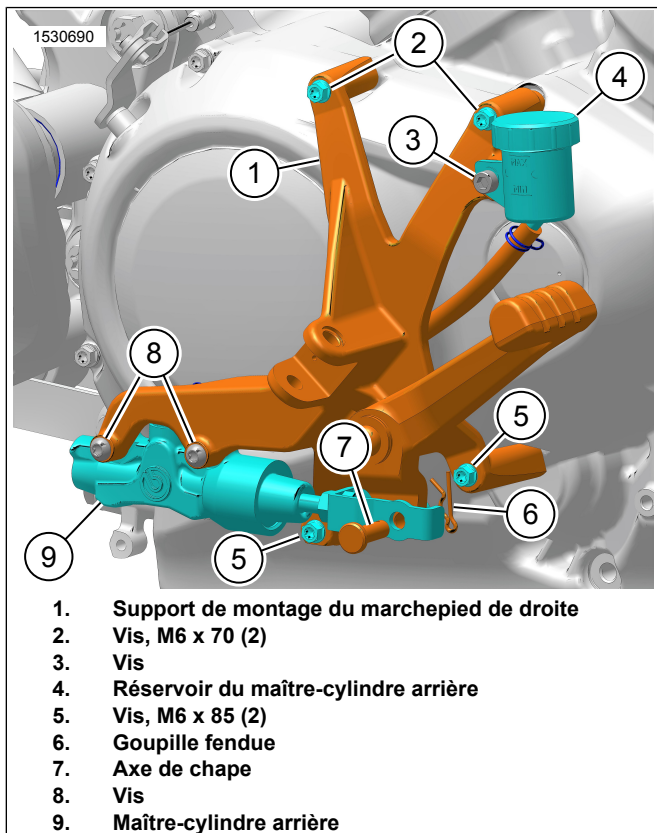

Figure 8. Support de montage du marchepied de droite
1. Voir la Figure 8. Installer le maître-cylindre arrière et le réservoir.
- a. Installer le maître-cylindre arrière (9).
- b. Installer les vis (8). Serrer.